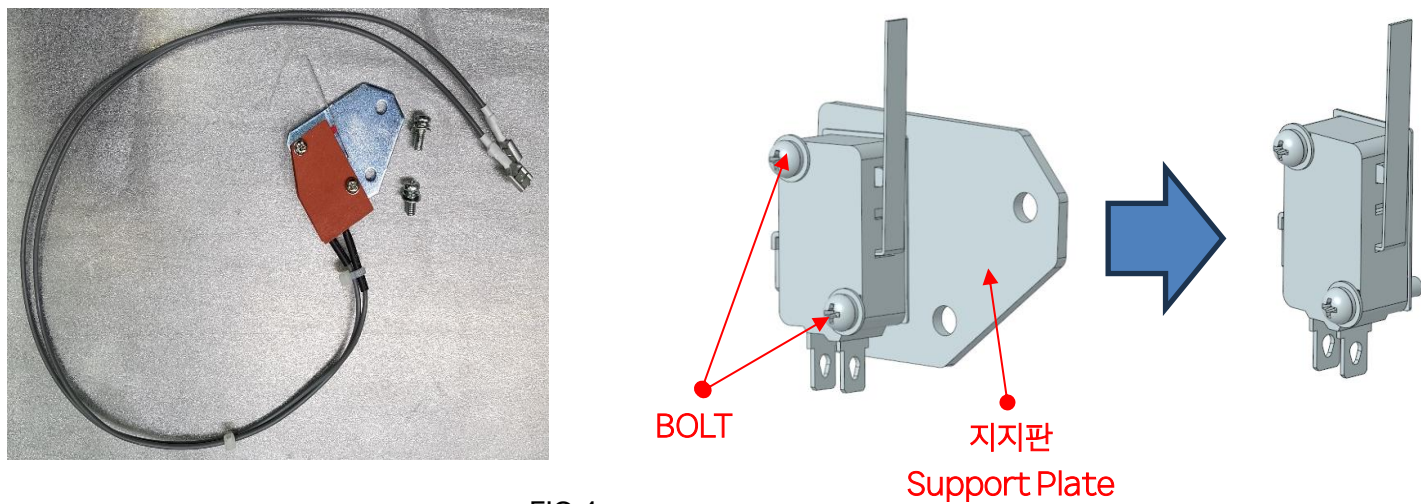

FIG 4
4. (+) 드라이버를 활용하여 스위치 체결 볼트 2개를 풀어 지지판을 제거 합니다. [FIG 4]
4. Using (+) driver, loosen the 2 switch-mounting bolts and remove the support plate. [FIG 4]